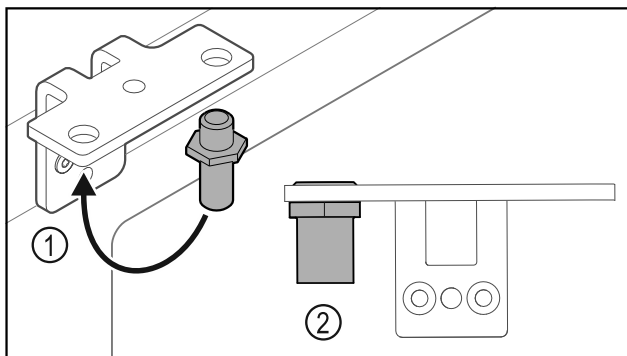

Fig. 17
- ▶ Pārlieciet tapu Fig. 17 (1) lokāmajā kronšteinā.
- ▶ Pievelciet tapu Fig. 17 (2) ar **griezes momentu 12 Nm**.